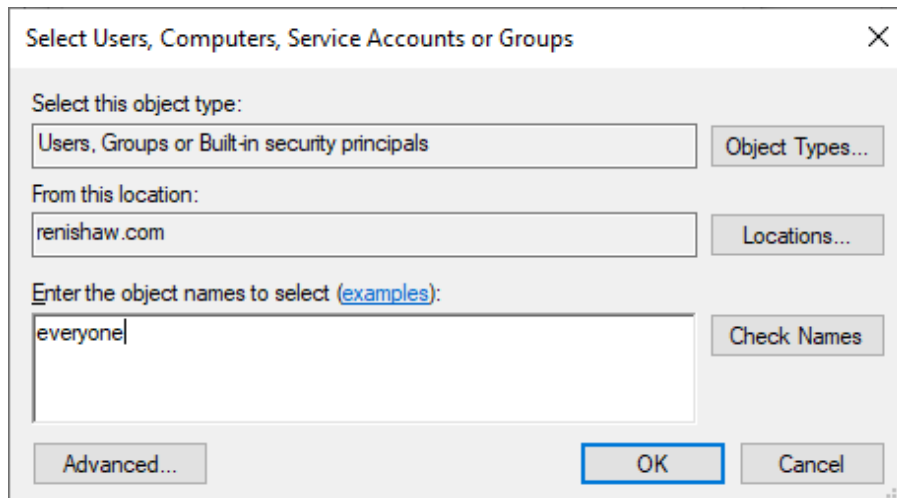

Abbildung 42 Benutzer namens „everyone“ (Jeder) erzeugen
3. Erzeugen Sie einen Benutzer namens „everyone“ (siehe Abbildung 42).